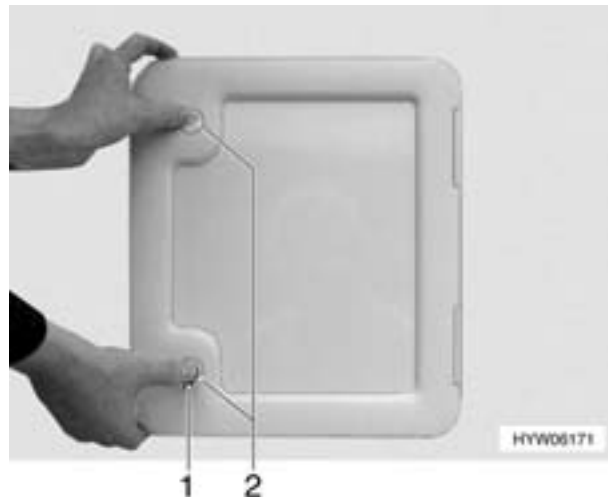

Bild 179 Öffnen der Thetford-Klappe
Die Klappe für die Thetford-Kassette (Bild 179) befindet sich außen am Motorcaravan:
- Druckschloss (Bild 179,1) mit Schlüssel öffnen.
- Beide Druckschlösser (Bild 179,2) gleichzeitig drücken und Thetford-Klappe öffnen.